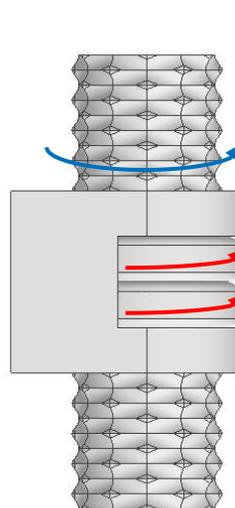

図2 回転
- ナットB・Cを同じ方向に同じ速度で回す。すると、ねじAは軸方向へは移動せず、2つのナットと同じ速度で同じ方向に回転する（図2）。